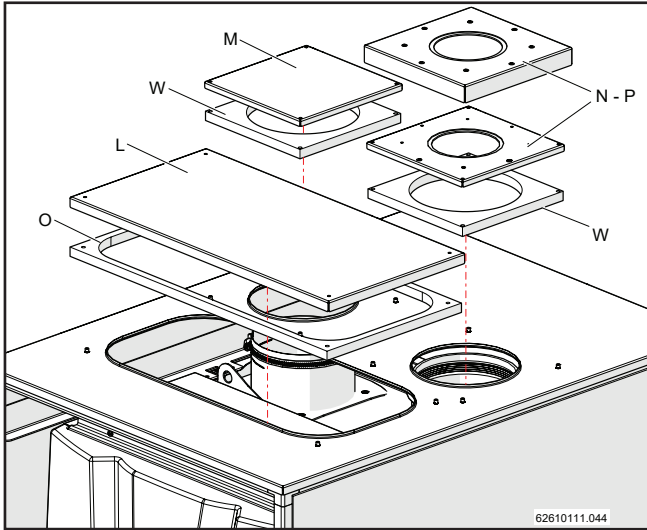

Figure 13-65
- 16.- Fixer la protection pour les branchements électriques « L », pour l'aspiration « M » et pour l'évacuation « N » (ou bien « P ») à la couverture supérieure, à l'aide des vis « D » (figures 13-65 et 13-66) en insérant d'insérant les joints « O » et « W » comme indiqué sur la figure 13-65.
- Si l'on dispose d'une évacuation des fumées de 160 mm de diamètre, utiliser les couvertures pour l'évacuation « N » de la figure 13-65.
- Si l'on dispose d'une évacuation des fumées de 110 mm de diamètre, utiliser les couvertures pour l'évacuation « P » de la figure 13-65.